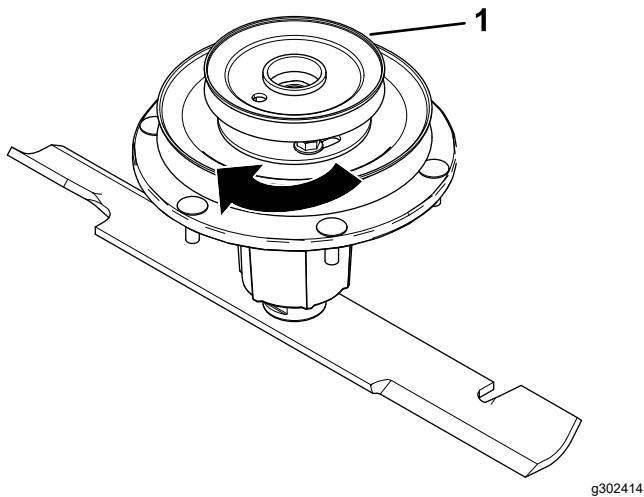

Figura 11
8. Girate la puleggia per bloccarla in sede (Figura 11).